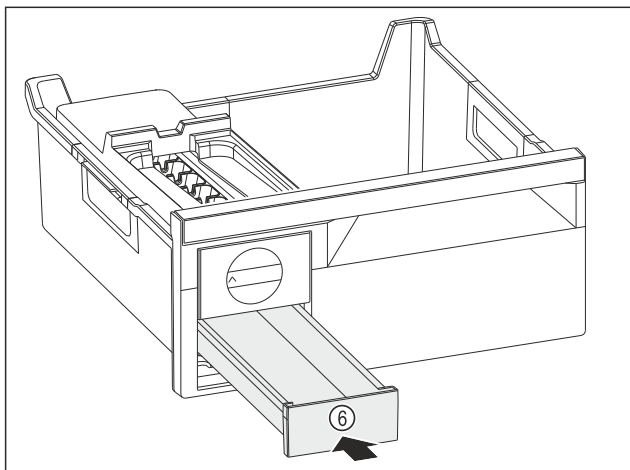

Fig. 146
- Eiswürfelschubfach Fig. 146 (6) einschieben.